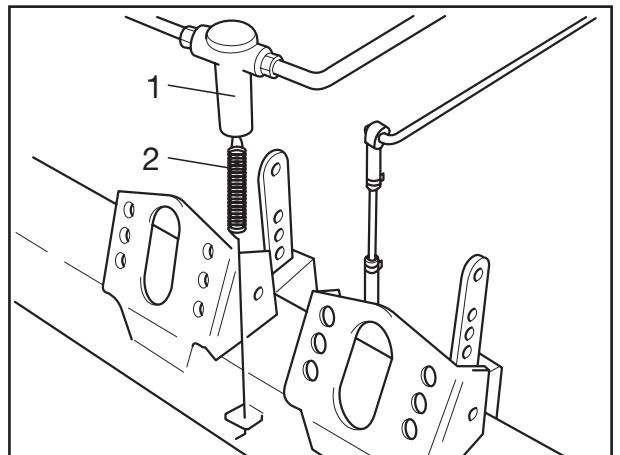

Fig. 5
- [8] Ggf. Zugfeder (Fig. 5/2) am Absperrventil (Fig. 5/1) aushängen.